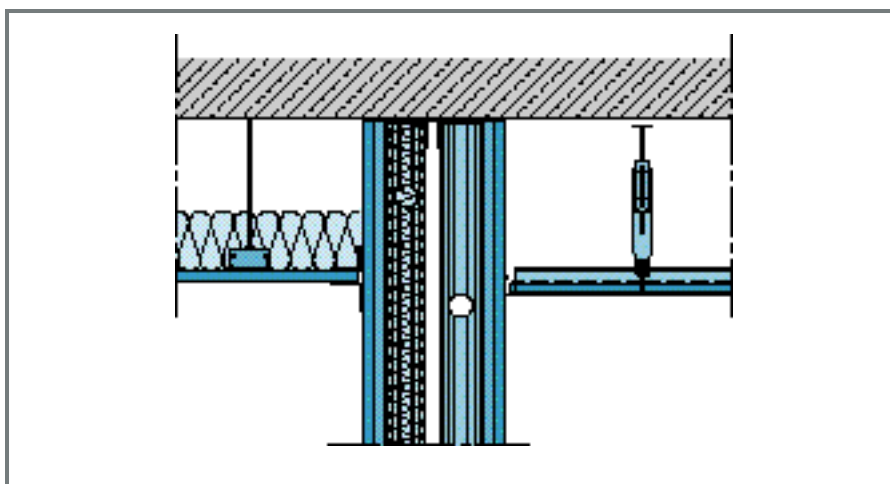

Fig.7 - Raccord cloison/plafond
Il en est de même en ce qui concerne les plafonds suspendus qui doivent être recoupés lorsque la cloison utilisée a un indice d'affaiblissement acoustique $R > 40$ dB (A) (figure 7).